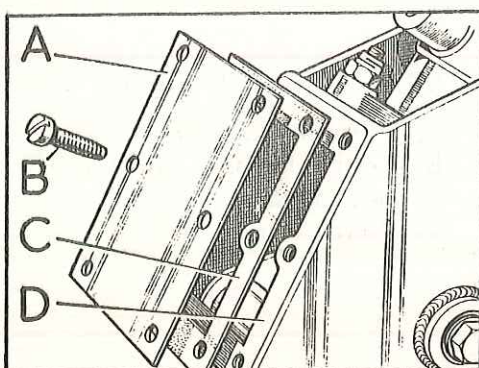

Fig. H-20 Tapa del soporte del pedal
- 1.6. Quitar la tapa, A (Fig. H-20) y junta, C, del soporte, D.
- 2.10. Purgar el sistema de frenos completo (Tarea H-1) y comprobar nuevamente, si -- fuese preciso, el ajuste de la varilla de empuje. Colocar la tapa A (Fig. H-20) y la junta, C, en el soporte del pedal.